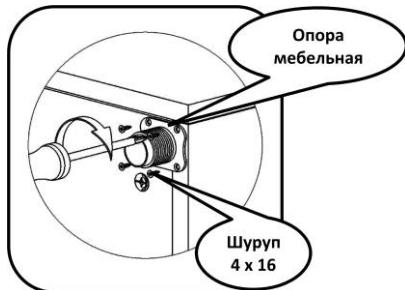

Рис.1
- Мебельные опоры крепятся шурупами или винтами из комплекта. **Необходимо** крепить опоры согласно (Рис.1).